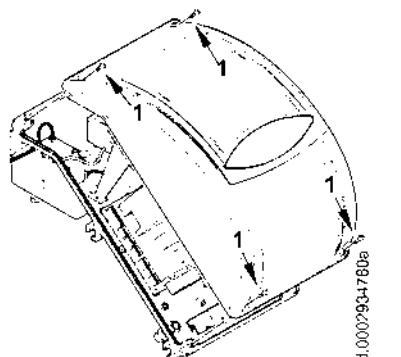

Рисунок 1
- 1) Снимите крышку, открутив 4 винта (1), как на рис. 1, при этом не убирайте прозрачное окошко. Таким образом, можно получить доступ к электрическому щиту горелки.
- 2) Поступайте в соответствии с рисунком 5: поместите крюки в соответствующие гнёзда (9), продвиньте окошко в направлении, указанном стрелкой, пока не услышите лёгкий щелчок. Теперь обеспечено должное уплотнение.